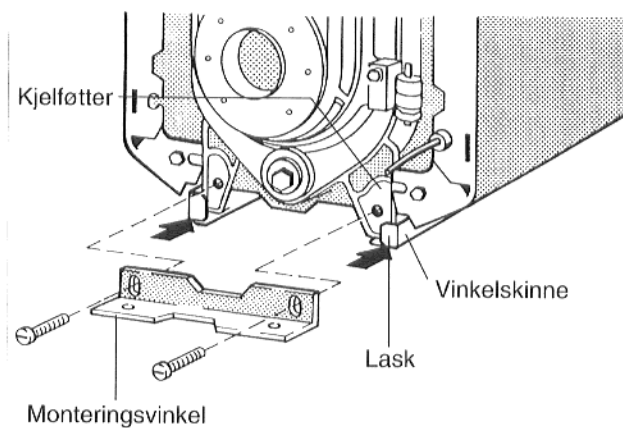

Fig. 3
- Monteringsvinkelen legges mot de kantede laskene på vinkelskinnen og skrues løst på kjelføttene (fig. 3; lange skruer).
- Monteringsvinkelen skrues fast foran på kjeleelementføttene (fig. 3; lange skruer).